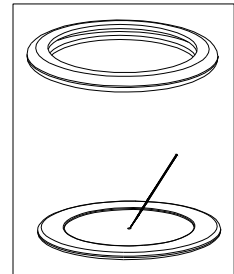

Fig. 5
Nettoyage du Capot de Soupape (J). Fig. 5.